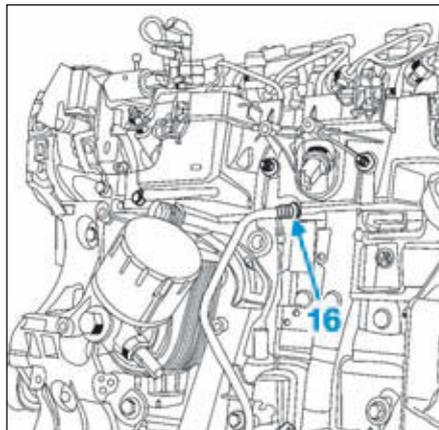

FIG.93
- Désaccoupler le tuyau de retour carburant (16) de la rampe commune haute pression (Fig.93).